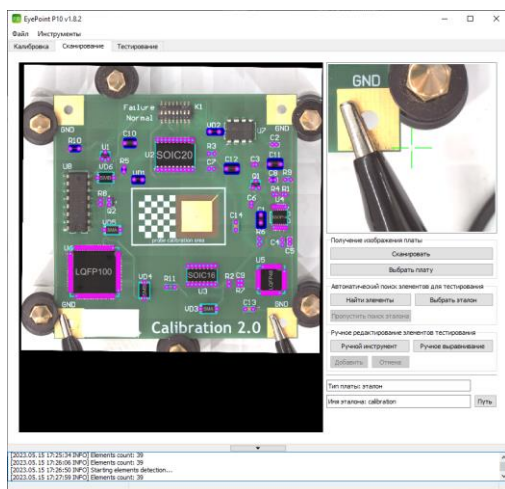

Рисунок 26. Результат наложение эталона на тестовую плату в ПО EyePoint P10b.
1.3. На изображении проверяемой платы в рабочей зоне вкладки «Сканирование» отобразятся наложенные точки эталона (Рисунок 26).